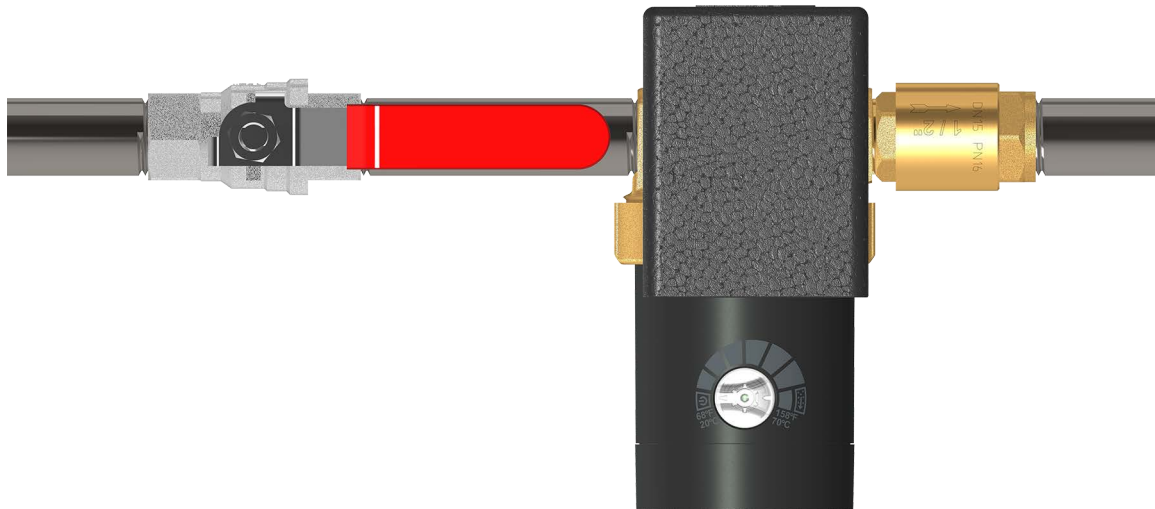

Figura 8
Para poupar energia, deve-se isolar o alojamento da bomba com a correspondente proteção para isolamento térmico (item 10 na **Figura 3**) incluída na embalagem (consultar **Figura 8**).